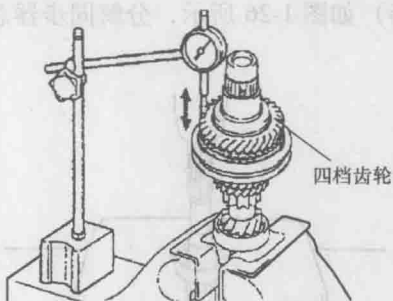

图 1-20 检测四档齿轮轴向间隙
20) 检测四档齿轮轴向间隙, 标准值为  $0.1 \sim 0.55\text{mm}$ , 如图 1-20 所示。